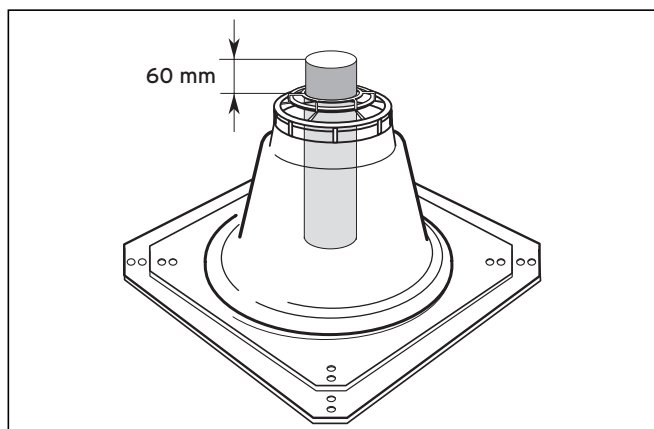

Рис. 5.30 Длина верхней трубы отходящих газов
- Контроль: Труба продуктов сгорания должна выступать на 60 мм (см. рис. 5.30).
- Установите колпак (1) насадки на шахту (2) на трубу жесткой системы отвода продуктов сгорания и сильно надавите.